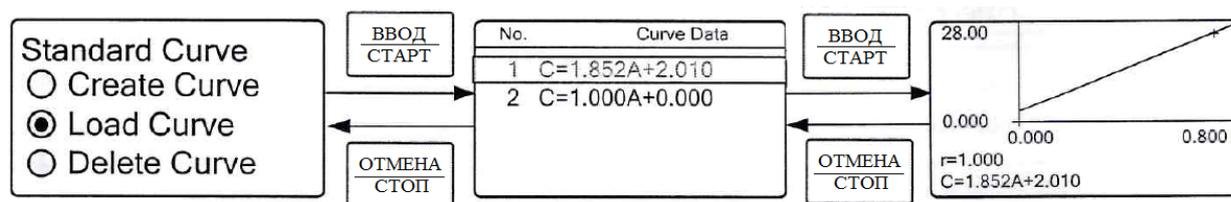

Рисунок 15. Перечень сохраненных методик
2.4.2.11. Загрузка сохраненного в памяти спектрофотометра градуировочного графика осуществляется из меню по п. 2.4.2.2. выберите с помощью кнопок “▲” и “▼” строку “Load Curve” и нажмите кнопку “ВВОД/СТАРТ”. В появившемся окне на дисплее (рис. 15) спектрофотометр предложит выбрать один из ранее созданных градуировочных графиков. Внутренняя память спектрофотометра позволяет хранить до 200 графиков, чтобы выбрать нужный, воспользуйтесь кнопками “▲” и “▼” и выберите формулу, соответствующую требуемому графику, для подтверждения выбора нажмите кнопку “ВВОД/СТАРТ”.